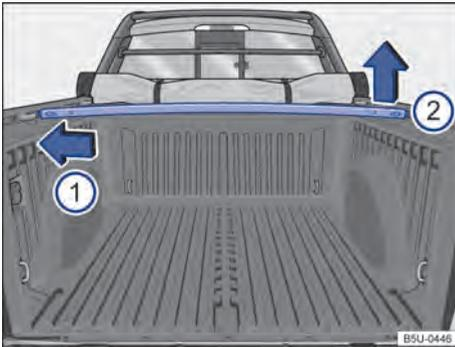

Fig. 52 Travesaños en el compartimento de carga: desmontar y montar.
- Para desmontar, presionar el travesaño del lado izquierdo en el sentido de la flecha → fig. 52 ⓘ y retirar el travesaño de su alojamiento por el lado derecho ⓘ.